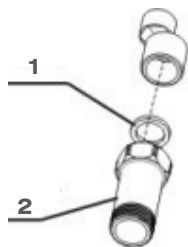
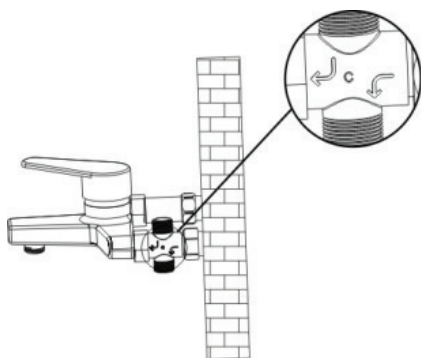

Рисунок 15. Установка переходников для холодной и горячей воды
Рисунок 16. Схематическое отображение после монтажа.
- d. На рис. 15 показана схема подключения умягчителя воды для душа после смесителя. В соответствии с видом и маркировкой переходника, разверните выпускной патрубок подачи холодной воды вниз, как показано на рис. 16.